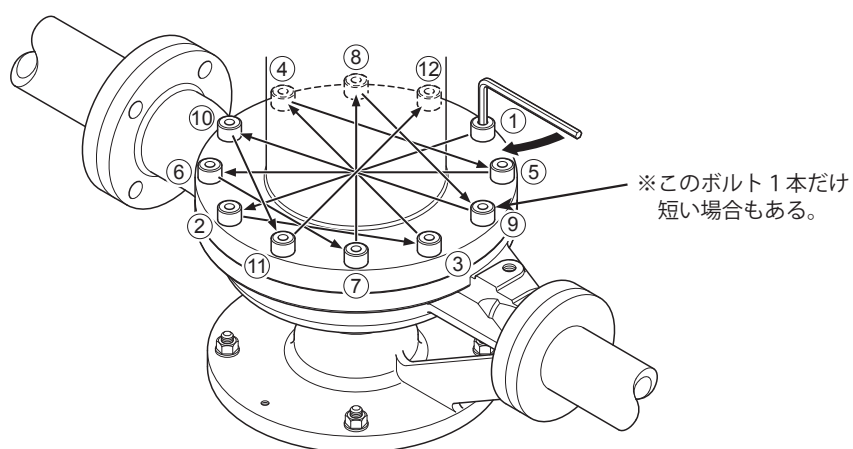

図 4－23 ボルトの締付順序
- (7) ケーシング取り付けボルト [725] は、片締めにならないように、必ず対称位置のボルトから順次一様に締付けてください。(図 4－23 参照)